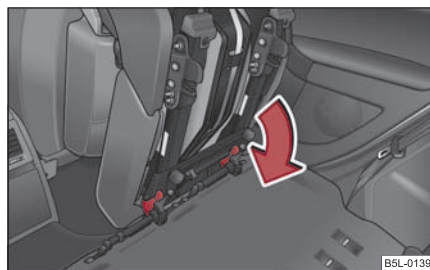

Fig. 87 Desbloqueo del asiento abatido
- Desbloquear el asiento abatido presionando los bloqueos de asiento en sentido de la flecha ⇒ página 84, fig. 87.
- Abatir el asiento exterior hacia delante ⇒ página 84 y desbloquearlo ⇒ página 84, fig. 87.